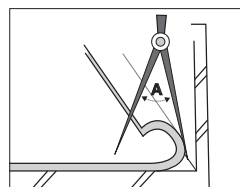

図7
- ①壁際に立ち上がっているシートを手前にめくり、コンパスの足の1本を下地と壁の突付け部分にあてます。(図7)